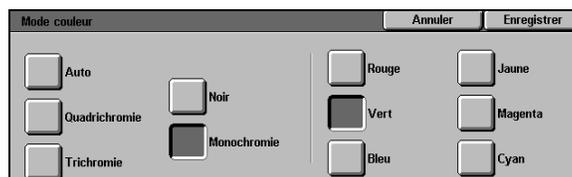

Figure 8 : Écran Mode couleur
- Appuyez sur **Suite...** pour afficher des réglages supplémentaires (voir la figure 8).